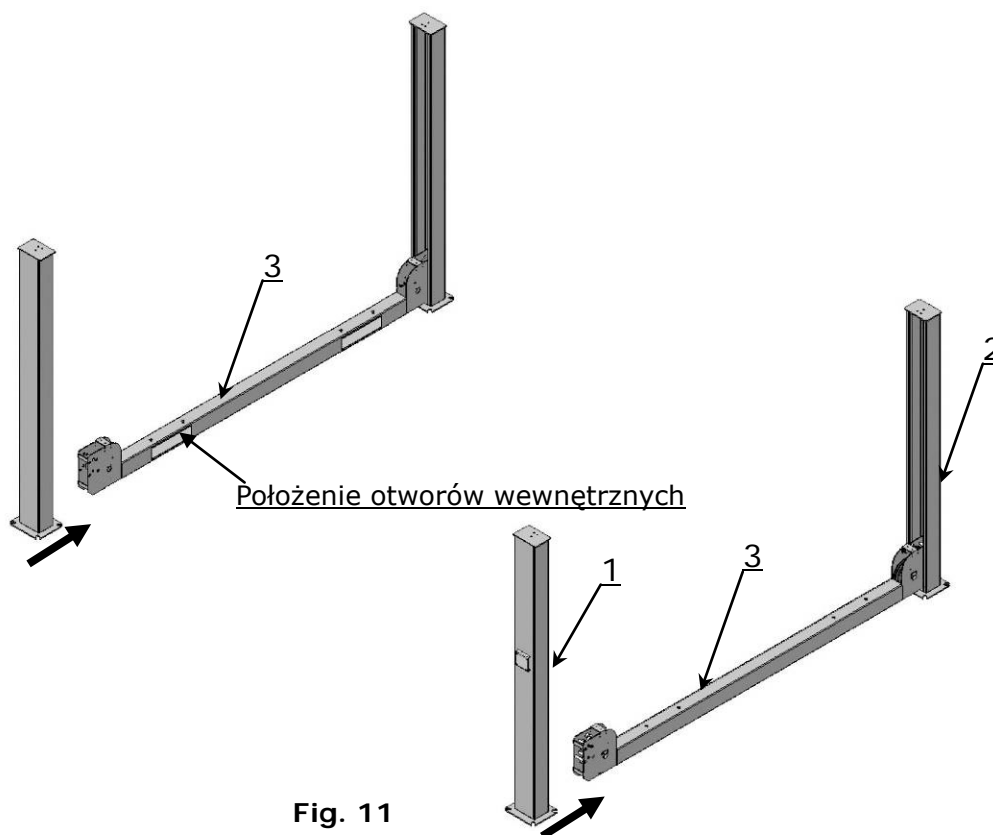

Fig. 11
D. MONTAŻ BELEK POPRZECZNYCH (patrz Fig. 11, Fig. 12).